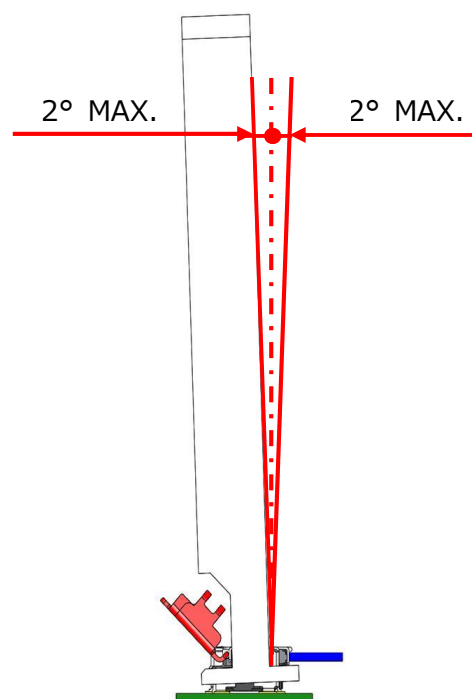

Fig.29 嵌合状態でのこじり許容角度
- ・コネクタ嵌合状態でのこじり許容角度（ケーブル引き出し方向の傾き）は Fig.29 の通りです。